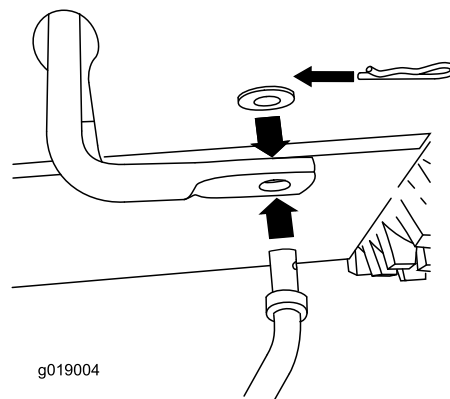

Figure 6
1. Insérez l'extrémité inférieure de la tige dans le bras de liaison inférieur de sorte que l'extrémité coudée de la tige de commande de vitesse soit tournée vers l'arrière (Figure 6).
2. Fixez l'extrémité inférieure de la tige de commande de vitesse avec une rondelle plate et une goupille fendue (Figure 6).